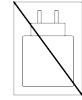

Figure 1
- 2 Branchez l'autre extrémité du câble USB dans un port USB de votre ordinateur ou dans un chargeur mural USB-C de 5 V (vendu séparément, voir la Figure 1).